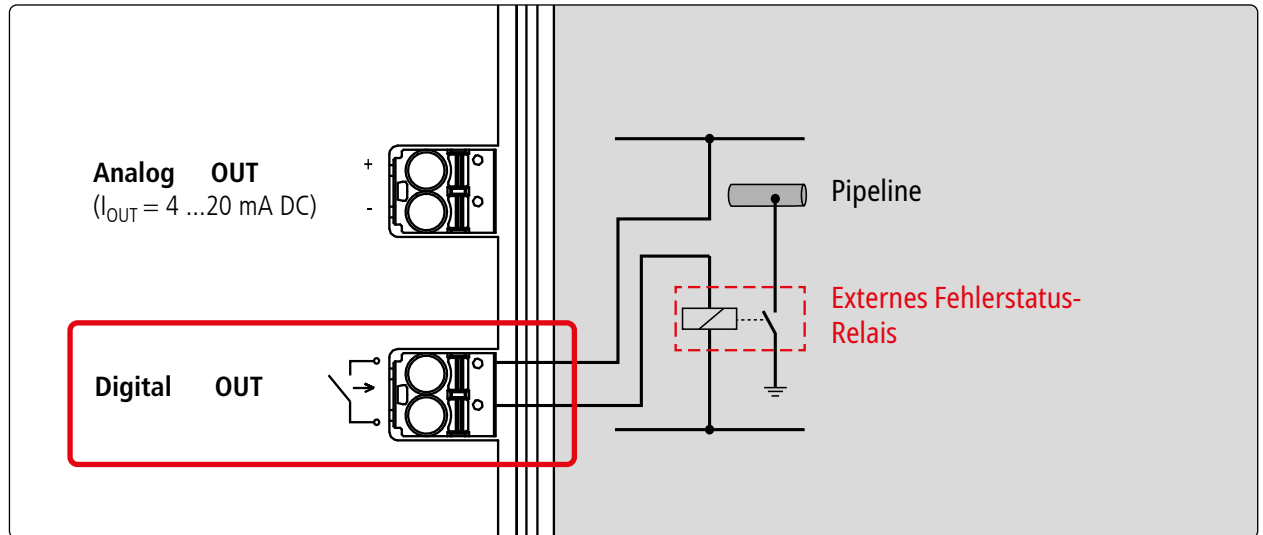

Bild 15 Fehlerstatus-Relais
- ➔ Anlegen der externen Versorgungsspannung (9 ... 32 V DC), (siehe Bild 15)